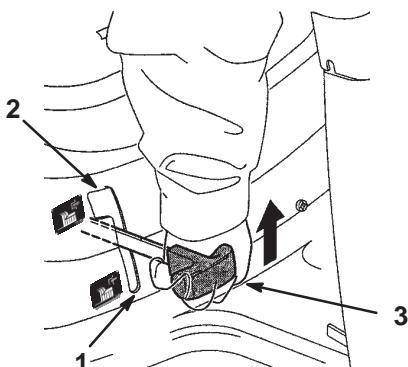

Bild 6
3. Stellen Sie den Zapfwellenantriebshebel (ZWA) auf „Auskuppeln“ (Bild 6).